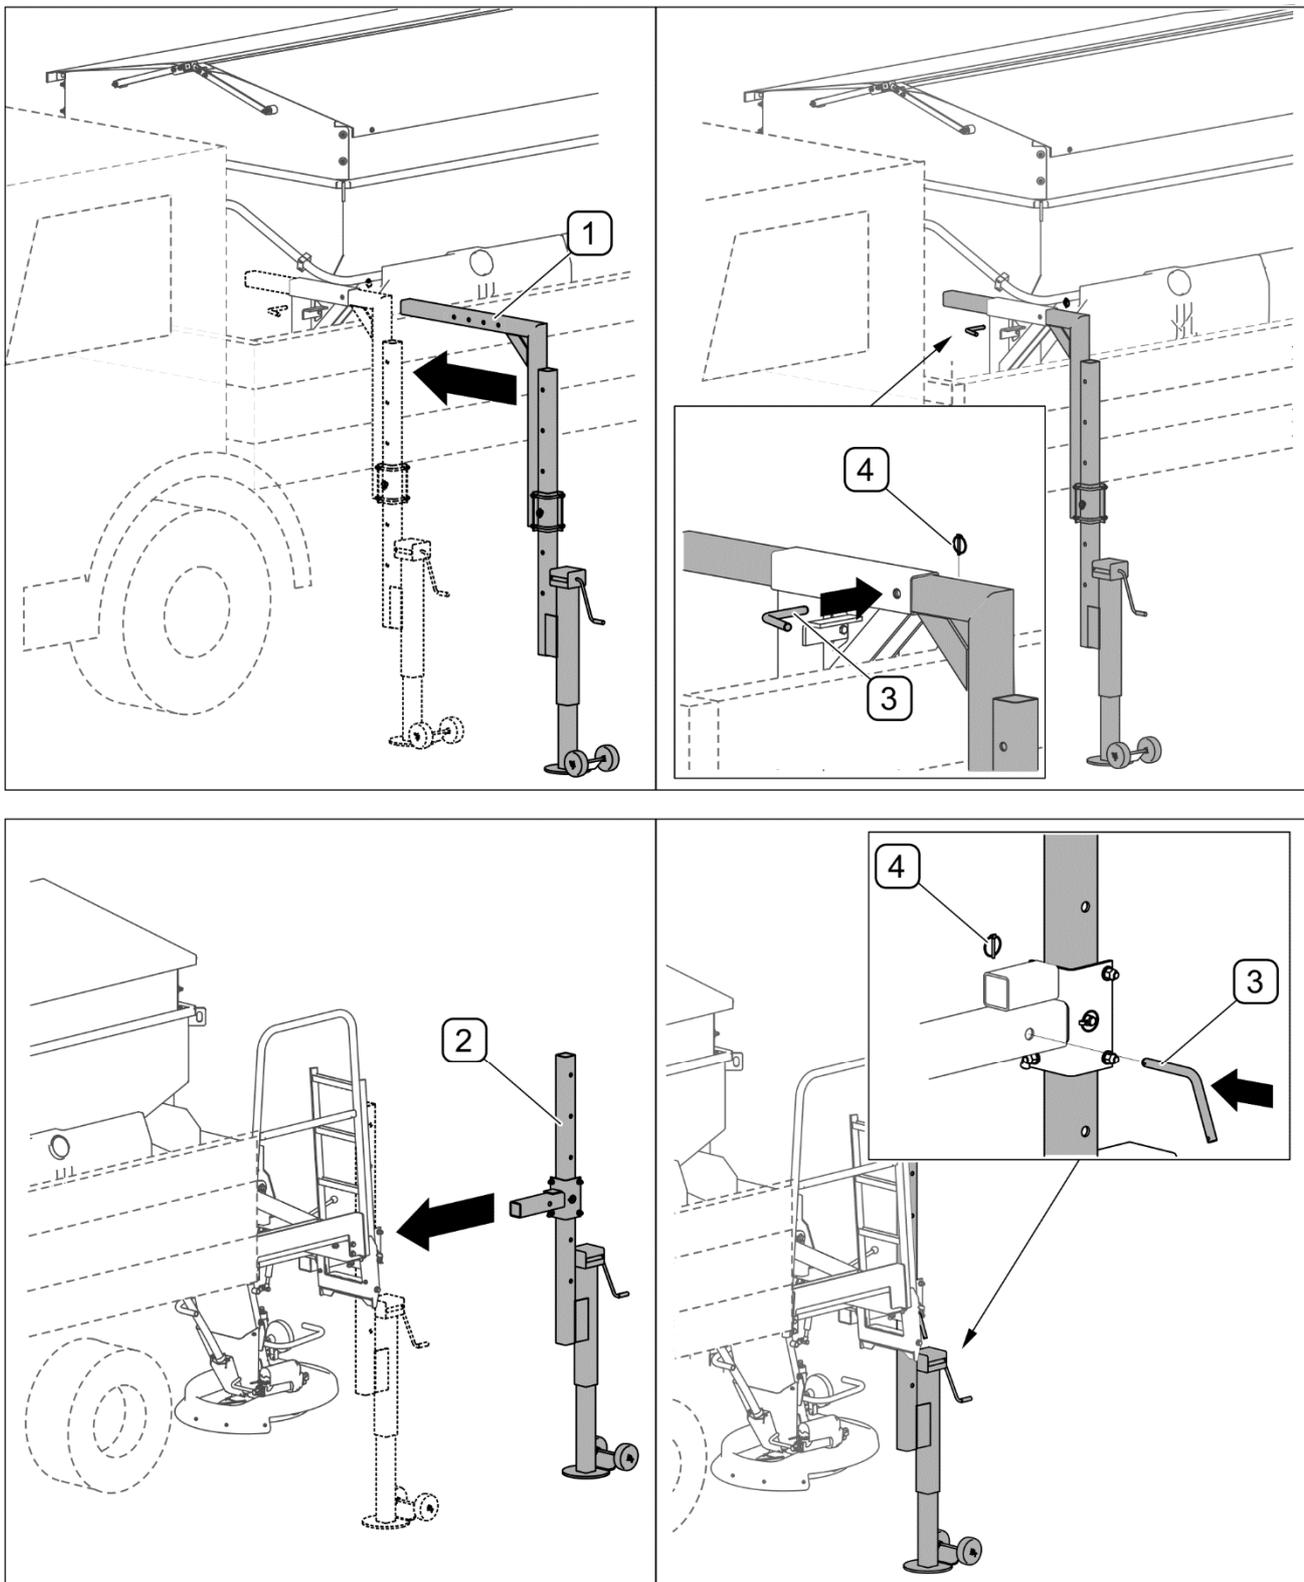

ABBILDUNG 4.35 Montage der Standfüße
- Die vorderen (1) und hinteren (2) Stützfüße montieren (ABBILDUNG 4.35) und mit den Stiften (3) und Splinten (4) blockieren.